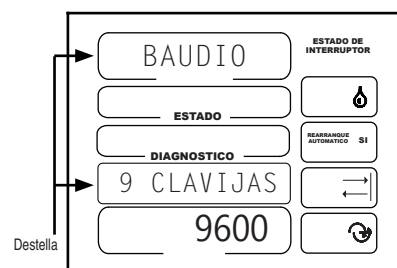

Figura 51-2
Los ajustes incluyen 300, 1200, 2400, 4800, 9600, 19200, 38400, 57600 y 115200 baudios. El ajuste predeterminado es 9600 baudios. Vea la Figura 51-2.
- BAUDIOS 9 CLAVIJAS debe estar destellando. Vea la Figura 51-2.